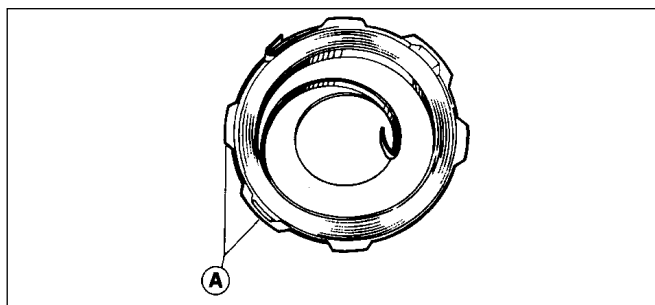

Abb. 4
- Nach Austausch der defekten Teile ist das Federgehäuse mit weichem Schmierfett einzufetten (Abb. 4). Danach kann der Starter wieder zusammengebaut werden.